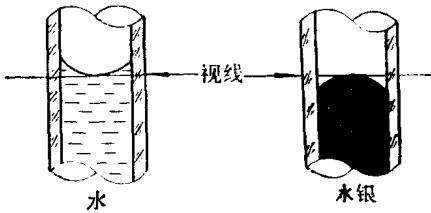

图 2-2 水和水银在玻璃中的毛细现象
4. 由于液体的毛细现象，在读取压力值时，视线应在液柱面上，观察水时应看凹面处，观察水银面时应看凸面处，如图 2-2 所示。